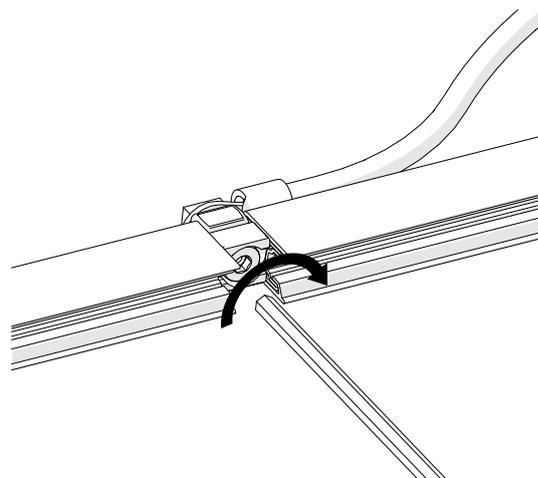

Abb. 112: Zylinderschraube mit 2 Nm anziehen
- Die Zylinderschraube mit 2 Nm anziehen (siehe Abb. 112).